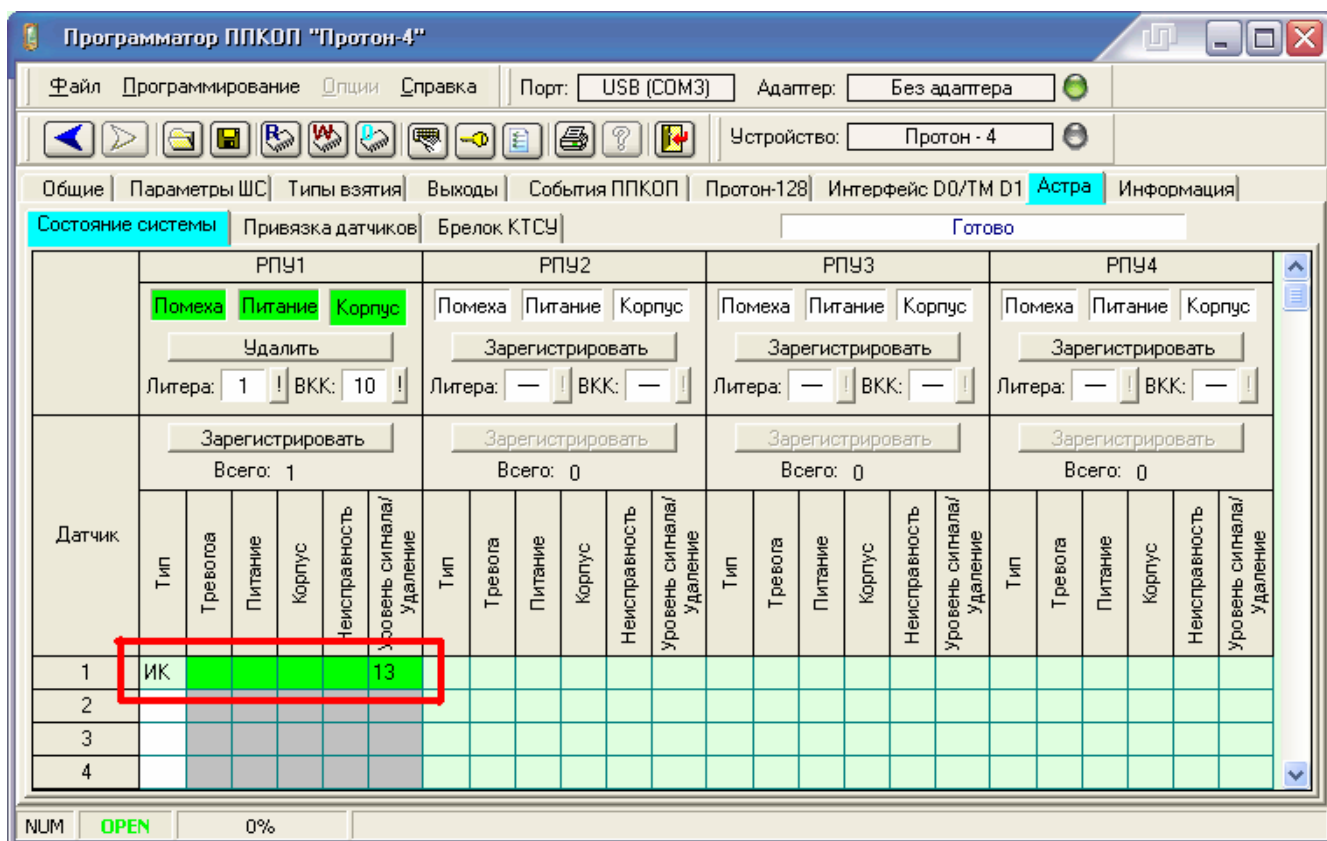

Рисунок 24 – Зарегистрированный датчик
6) Зарегистрированный датчик появится в списке (см. рисунок 24).